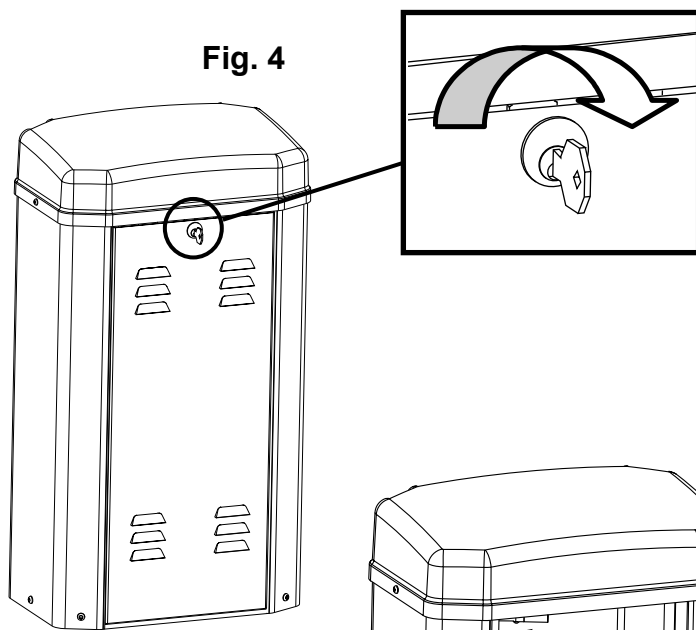

Fig. 4
1. Aprire il coperchio anteriore. (Fig. 4)